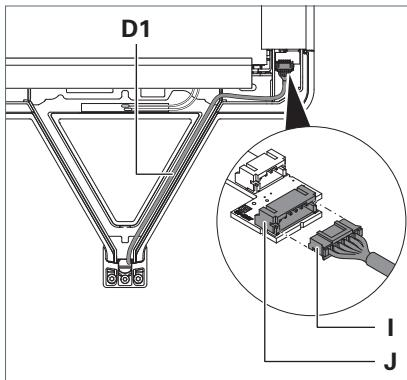

Fig. 5: Steuerleitung anschließen.
- ▶ Legen Sie die Steuerleitung **D1** aus dem Standrohr in den Tragarm des Leuchtenkopfs, siehe Fig. 5.